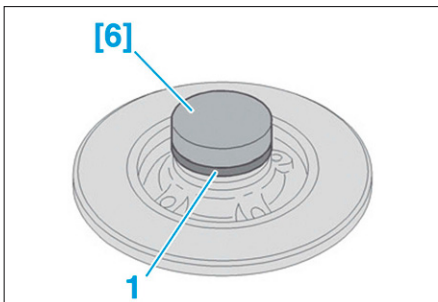

FIG. 41
- Positionner une cible d'antiblocage de roue neuve et mettre en place l'outil [6] (Fig.41).